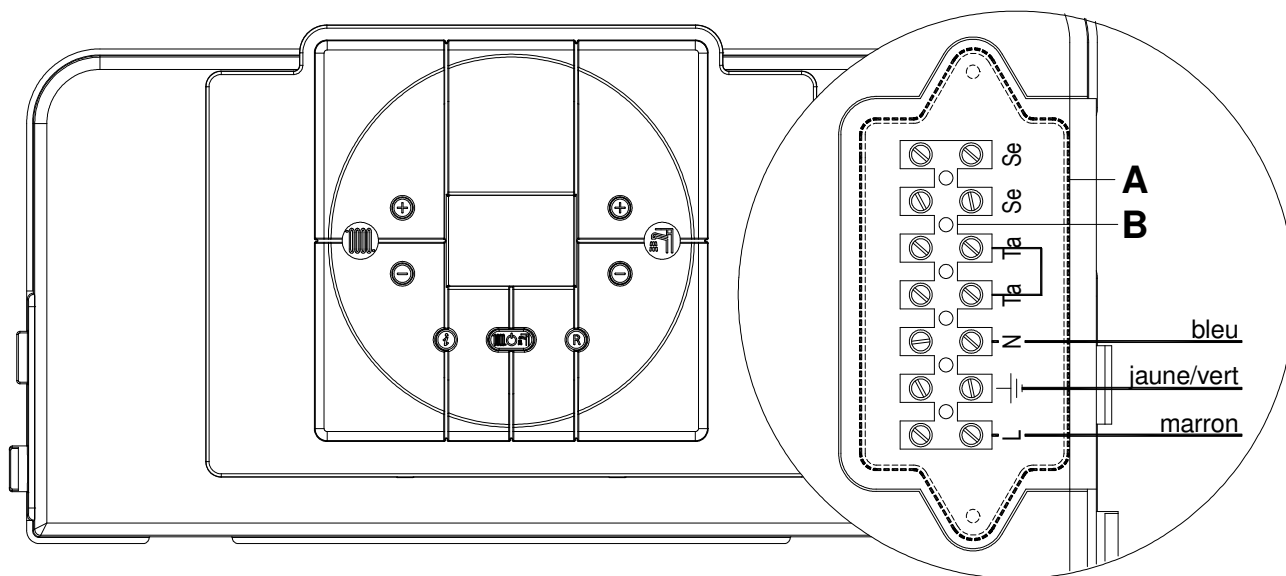

fig. 7
- e. dévisser les vis et retirer le couvercle⑤, effectuer les branchements (Fig. 7);
- c. Dévisser les vis et retirer le couvercle A (voir fig.7)